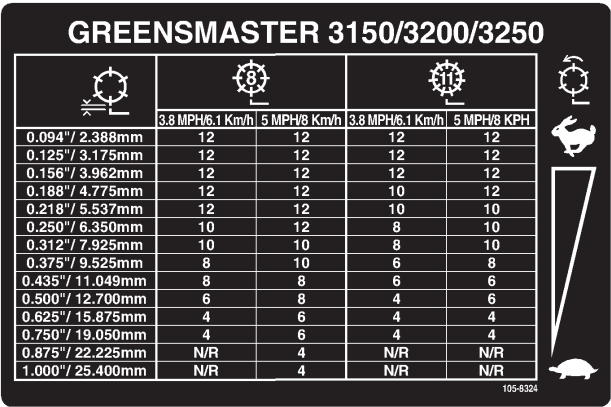

Figura 36
- 3. Usando el gráfico apropiado (ver figura 36) para unidades de corte de 8 u 11 cuchillas, determine el ajuste correcto para la velocidad de los molinetes.